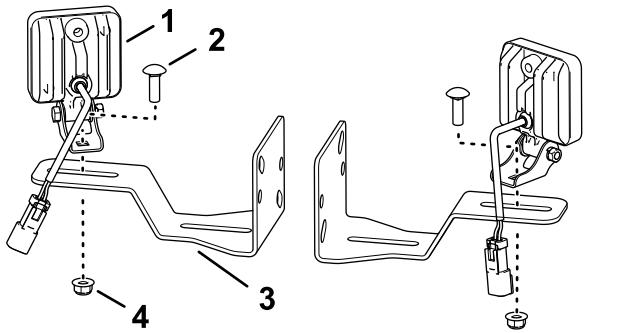

Figura 1
1. Monte la luz LED en el soporte de montaje de la luz con el perno de cuello cuadrado (5/16" x 1") y la contratuerca con arandela prensada (5/16"), como se muestra en la Figura 1.